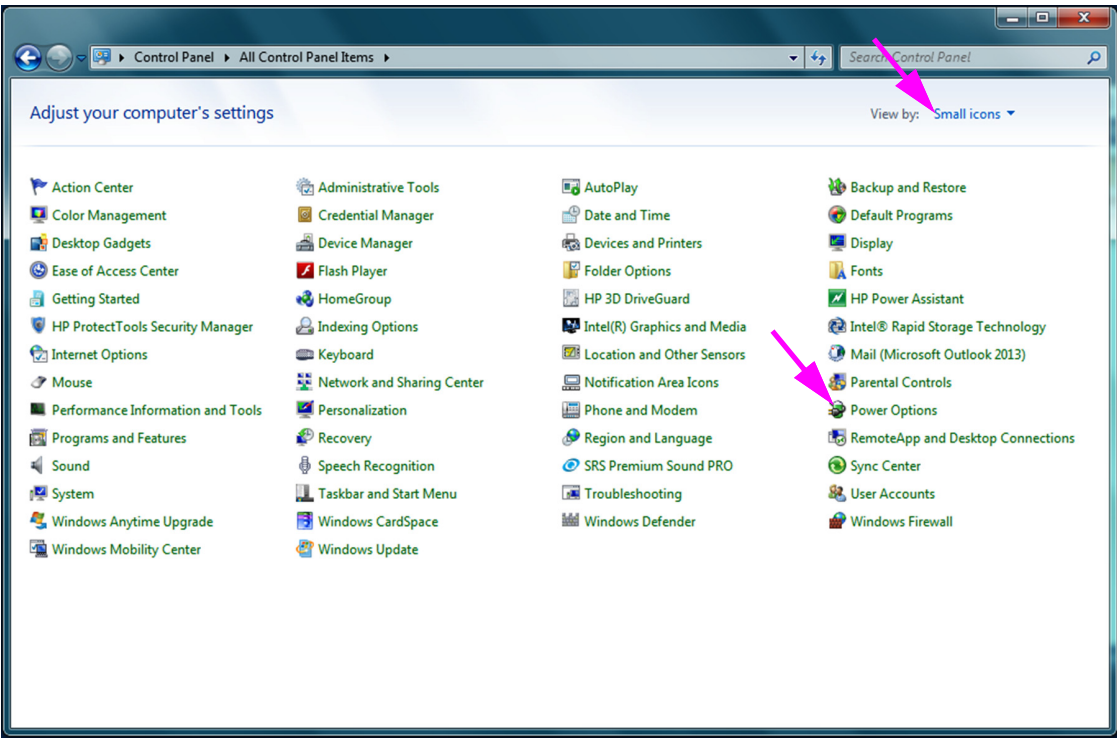

图 2-18. All Control Panel Items（所有控制面板项）窗口
2. 选择 **Control Panel**（控制面板）。如果视图设置为 Small icons（小图标），则出现 All Control Panel Items（所有控制面板项）窗口，如图 2-18所示。单击 **Power Options**（电源选项）。